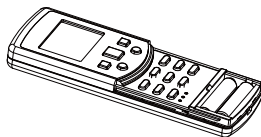

Figura 2.6
2. Remova a tampa da bateria (consulte a Figura 2.6);